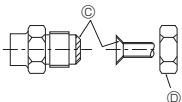

Fig. 5-1
Ⓐ (Fig. 5-1)
Ⓑ (Fig. 5-1)
5.2. Spojovacie trúbky (Fig. 5-1)